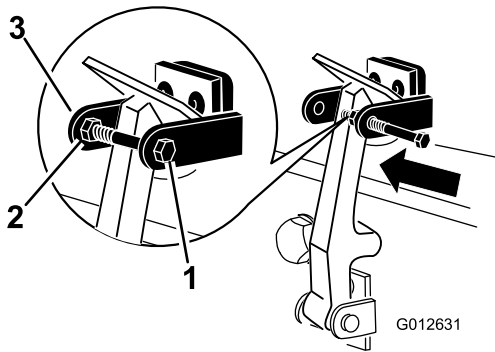

Bild 6
7. Schrauben Sie die Schraube in den anderen Arm der Motorhaubenhalterung, um den Riegel zu arretieren (Bild 6). Ziehen Sie die Schraube (nicht die Mutter) an.